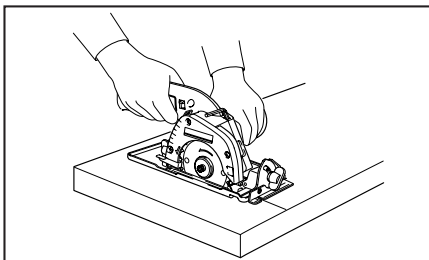
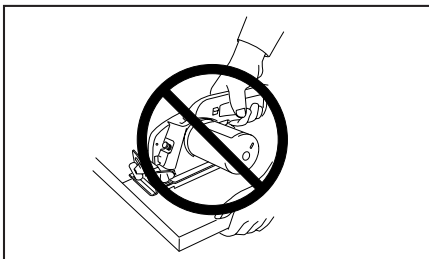

Fig. 5
Fig. 6
17. Placez la partie la plus large de la base de la scie sur la partie de la pièce qui est fermement soutenue, non sur celle qui tombera une fois la coupe effectuée. À titre d'exemples, la Fig. 5 illustre la **BONNE** façon de couper l'extrémité d'une planche, et la Fig. 6 la **MAUVAISE** façon. Si la pièce à travailler est courte ou petite, immobilisez-la avec un serre-joint. **N'ESSAYEZ PAS DE TENIR LES COURTES PIÈCES AVEC LA MAIN!**